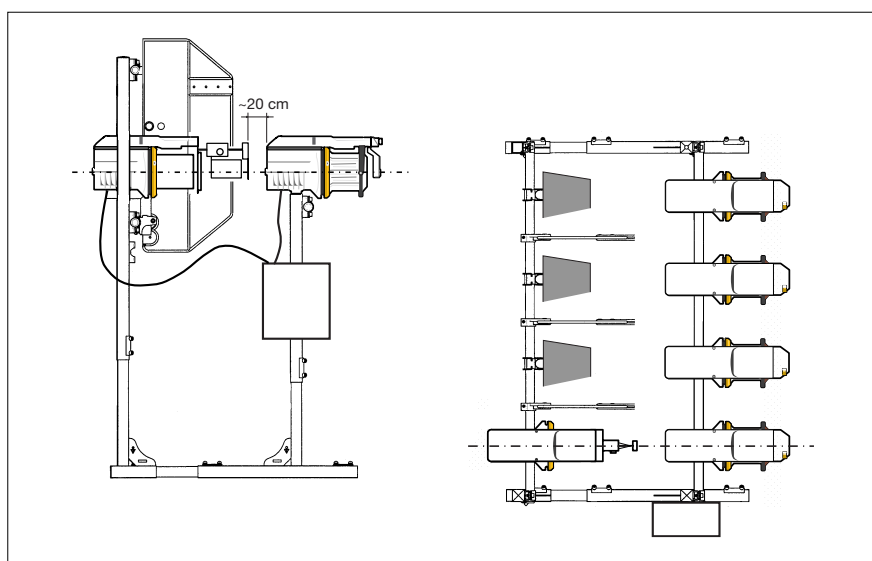

fig. 2
3. En utilisant le deuxième manchon "A", installer l'appareil Low Twist sur l'étrier "B" le mettant en ligne avec le prédélivreur placé en face (fig. 2).